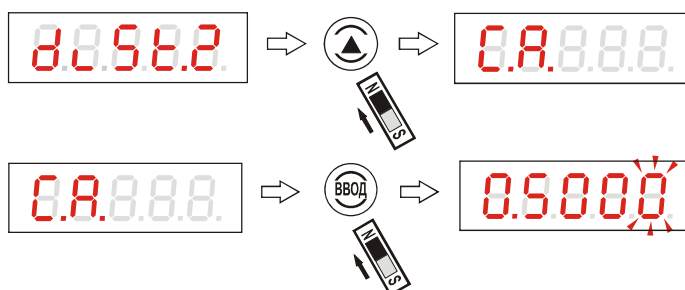

Рисунок 43 - Переход к вводу величины коэффициента усреднения
2.8.11 Для входа в подраздел программирования величины коэффициента усреднения при выдаче результата измерения “С.А.” необходимо выбрать этот подраздел кнопкой «↑» и “нажать” «ВВОД», рисунок 43: